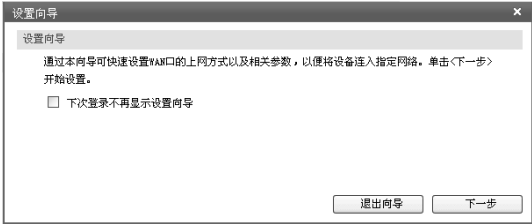

图4-4 设置向导
3. 成功登录后会弹出设置向导界面, 如图4-4所示。如果没有自动弹出, 可以单击主页左侧的“设置向导”菜单进入。以下设置以多WAN口企业VPN路由器TL-R4238为例, 单WAN口企业VPN路由器产品界面会略有不同。单击“下一步”, 开始设置。